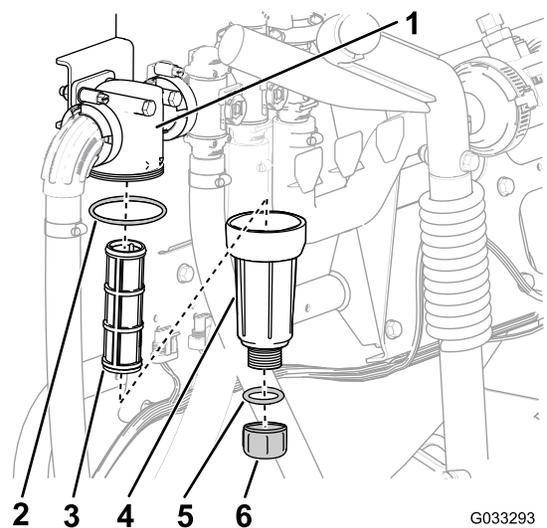

図 61
2. 圧力フィルタの下に受け容器をおく **図 61**。
3. 圧力フィッティングのドレンプラグを左に回して外す 図 61。
4. ボウルを左に回してフィルタヘッドから外す 図 61。
5. 古い圧力フィルタエレメントを外す 図 61。
6. ドレンプラグの Oリングボウルの内側とボウルの Oリングフィルタヘッドの内側に傷や破損がないか点検する 図 61。
7. 新しい圧力フィルタエレメントをフィルタヘッドに取り付ける 図 61。
8. フィルタヘッドにボウルを取り付けて手締めする 図 61。
9. ボウルにプラグを取り付けて手締めする 図 61。